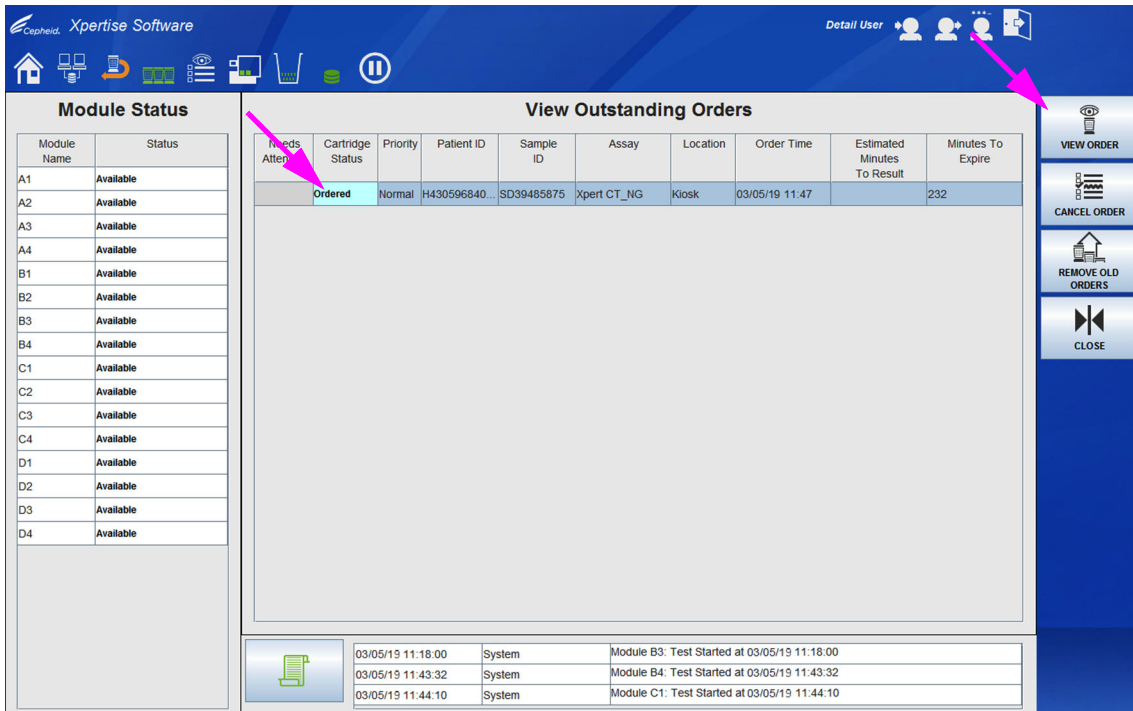
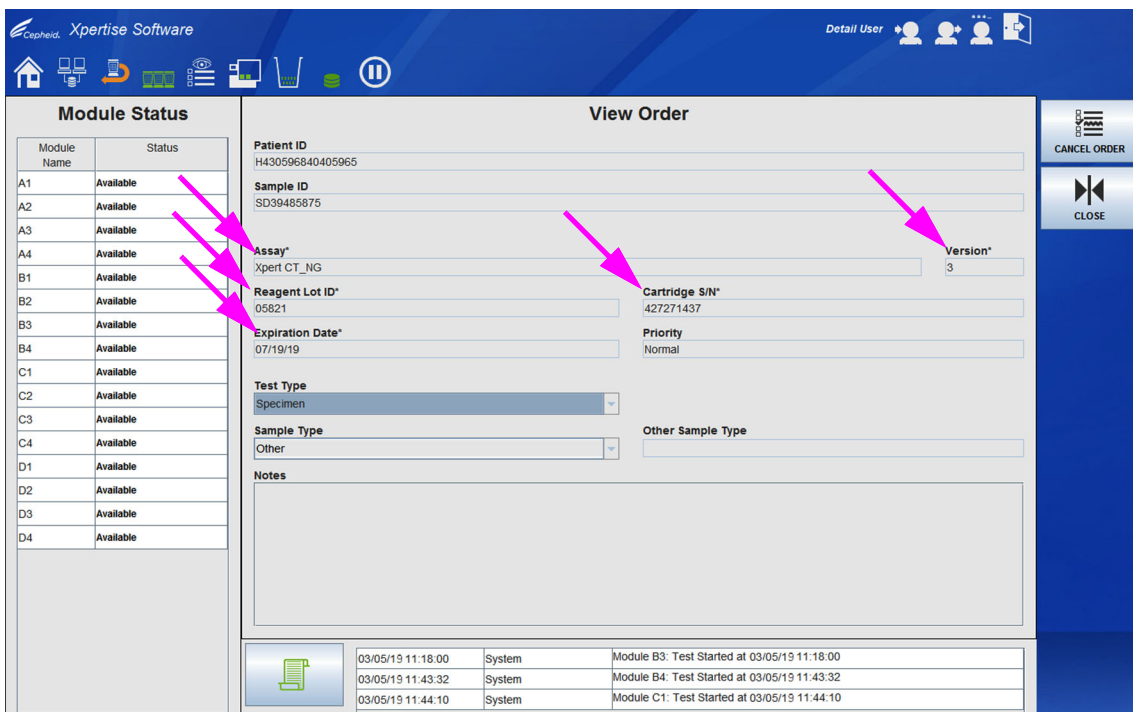

图 10-28. 查看待处理指令 (View Outstanding Orders) 工作区
图 10-29. 查看指令 (View Order) 工作区示例
- A. 要取消一个指令，选择位于工作区右侧的**取消指令 (CANCEL ORDER)** 按钮。请参见图 10-29。
- B. 系统要求（或询问是否）进行确认。如果您确认为**否 (NO)**，系统会返回查看指令 (View Order) 工作区面板。如果您确认为**是 (YES)**，系统会将检测盒状态更改为**被拒绝 (Rejected)** 并且检测盒会被移到储放架。
要查看待处理指令，突出显示您想要查看的指令的行，然后选择**查看指令 (VIEW ORDER)** 按钮。请参见图 10-28。将显示查看指令 (View Order) 工作区。请参见图 10-29。
注 如果数据已扫描，在图 10-29中所示的五个字段将会以星号 (*) 出现。